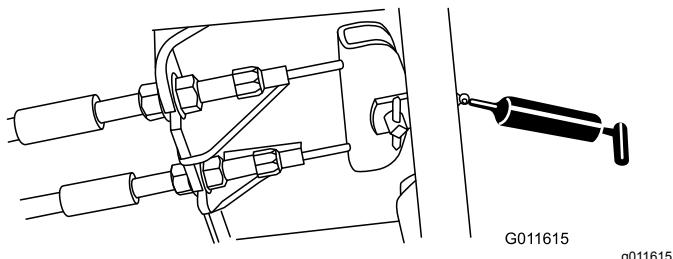

Figura 71
- Pedal de freno (1) (Figura 71)